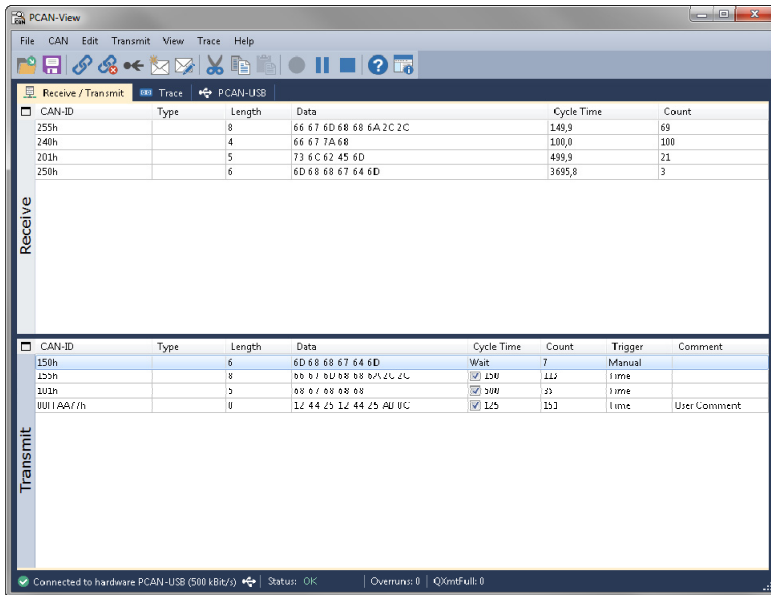

Abbildung 7: Registerkarte Senden/Empfangen
6. Bestätigen Sie abschließend die Angaben im Dialogfenster mit **OK**. Das Hauptfenster von PCAN-View erscheint (siehe Abbildung 7).